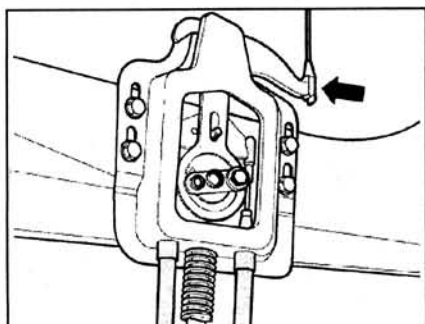

Рис. 7.38. Отцепите передний трос от рычага компенсатора (стрелка).
4. Отцепите передний трос от рычага компенсатора (стрелка) (рис. 7.38).